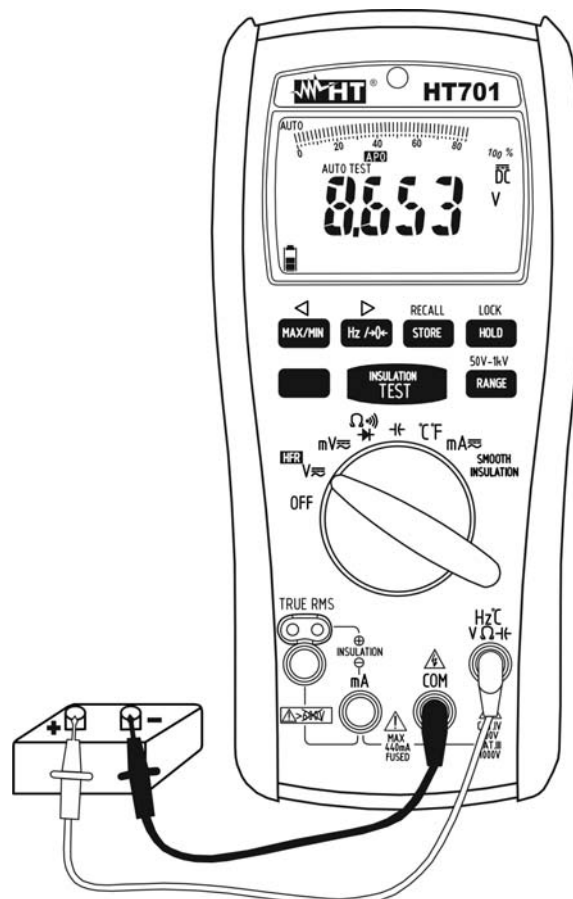

Abb. 2: Verwendung des Gerätes für Gleichspannungsmessung
4. Verbinden Sie die rote Messleitung mit der **Hz°CVΩHf** Eingangsbuchse, und die schwarze Messleitung mit der **COM** Eingangsbuchse (siehe Abb. 2)
7. Das Symbol "-" auf dem Display des Gerätes gibt an, dass die Spannung die umgekehrte Richtung mit Bezug auf die Verbindung in Abb. 2